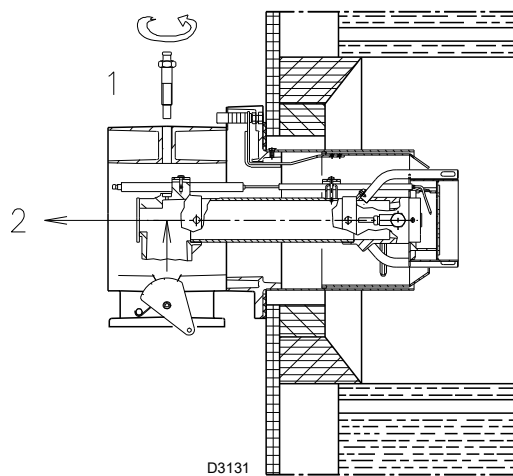

Fig. 18
- Enlever la vis 1)(Fig. 18) et déposer la partie intérieure 2);
Pour faciliter le réglage, desserrer la vis 1) (Fig. 18 à la page 22), régler puis bloquer.